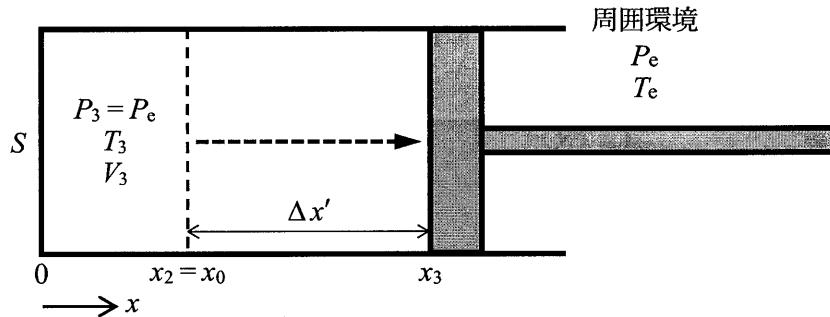

図4 状態3
② 状態2から、ピストンに加えた力 F を徐々に低下させ、図4に示すように、シリンダ内部の圧力が周囲環境の圧力と等しくなるまで可逆断熱変化させた。この状態を状態3とすると、このとき、圧力 P_3 は 0.1 MPa 、体積 V_3 は B | a.b $[\text{m}^3]$ となり、シリンダの移動距離 $\Delta x'$ は、C | a.b $[\text{m}]$ となる。